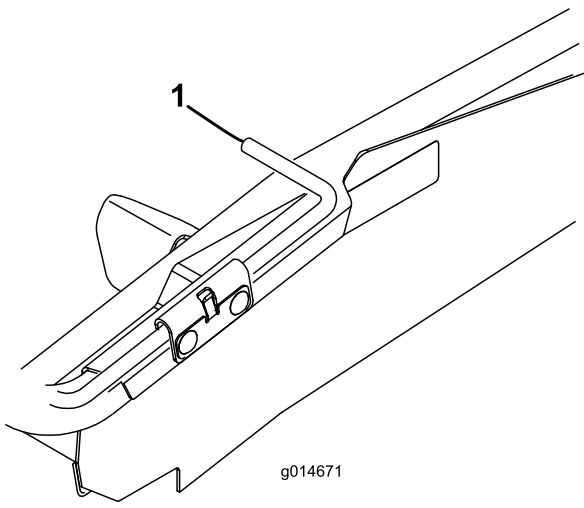
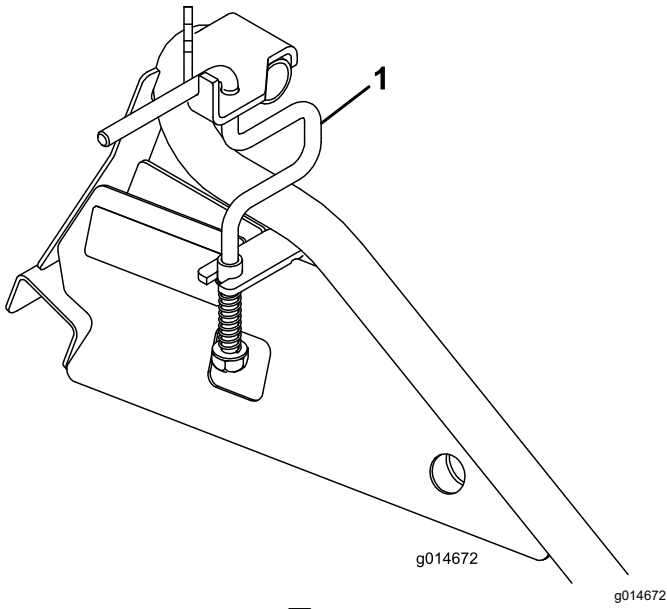

图 13
图 14
2. 在平板斜面上将车轮杆向上旋转图 13 至轨道斜面上将车轮杆平行开放转至斜面图 14。
- 在平板斜面上将车轮杆向下旋转至果岭修剪机行走轮上图 13。
- 在轨斜面上提起车轮杆并向下旋转至果岭修剪机行走轮后图 14。